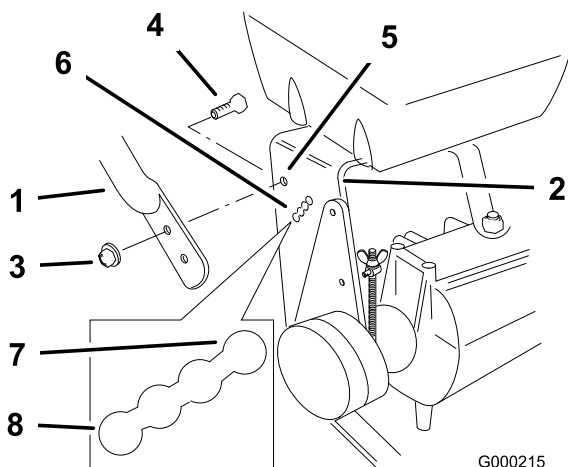

Figure 16
- Desserrez les boulons à embase supérieurs (3/8 x 1") et l'écrou à embase de fixation du guidon au bâti arrière (Figure 16).
- Enlevez les boulons à embase inférieurs (3/8 x 1") et les écrous à embase de fixation du guidon au bâti arrière (Figure 16).